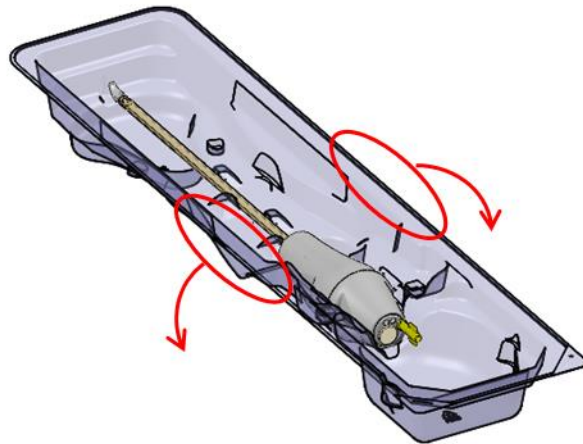

Abbildung 47: Herausnehmen des UA aus der Schalenverpackung
5. **MRT-MTRA**: Halten Sie die UA-Schalenverpackung an den langen Schalenkanten fest und biegen Sie die Schale nach außen, um den UA von den Schnappstellen zu lösen (*Abbildung 47*).